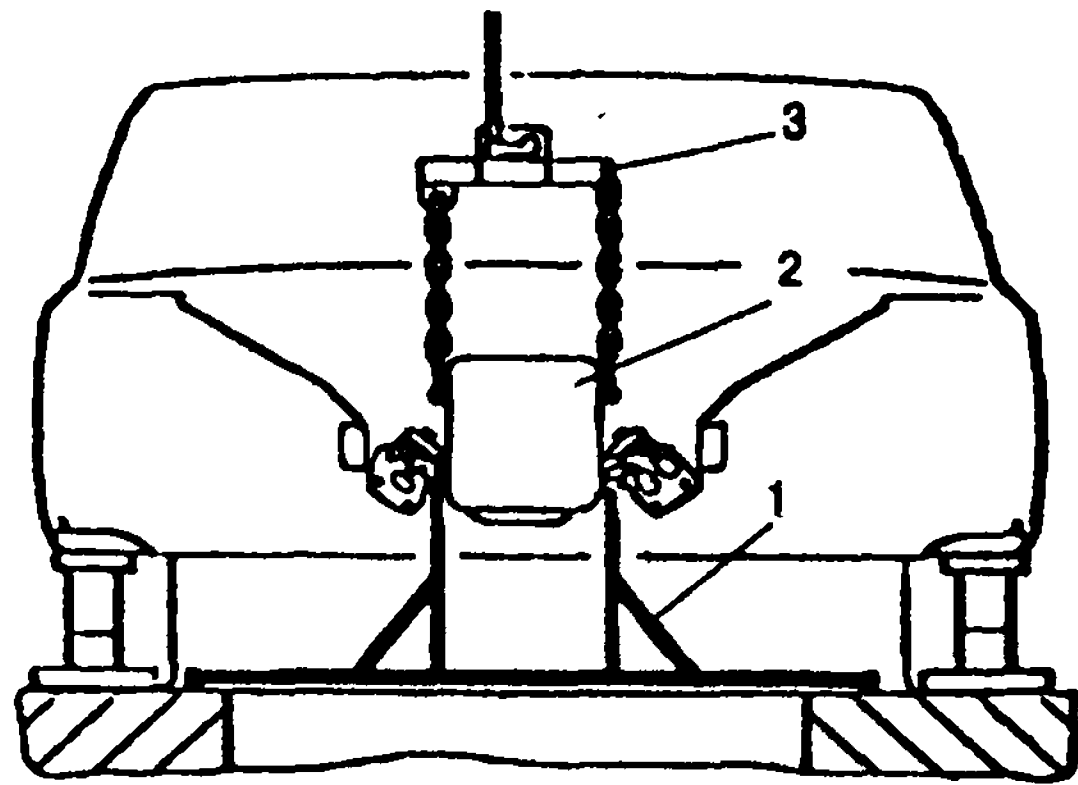

Рис. 9.13. Установка подставки под двигатель: 1 - подставка; 2 - двигатель; 3 - захват
- установить подставку под кронштейны крепления двигателя к поперечине и опустить на нее двигатель (рис. 9.13).